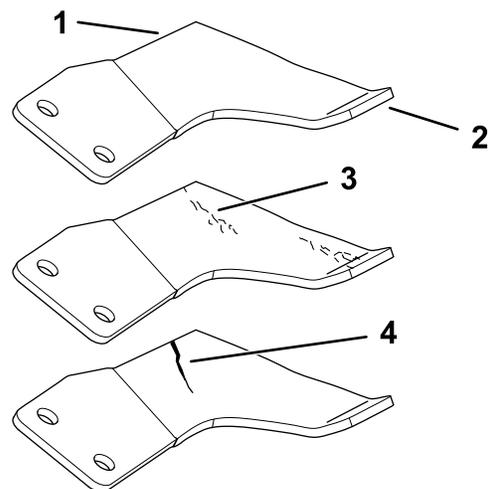

Figura 103
1. Inspeção das extremidades de corte (Figura 103).
4. Se verificar quaisquer fissuras, desgaste, ou a formação de ranhuras nesta área instale imediatamente uma lâmina nova (Figura 103).